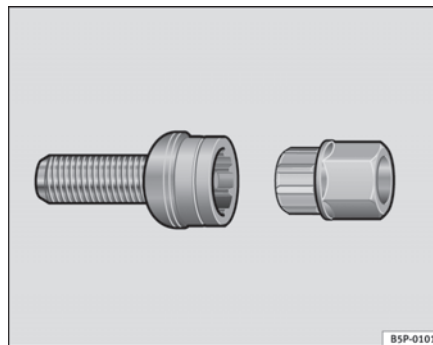

Abb. 182 Diebstahlhem-
- Setzen Sie den Adapter bis zum Anschlag in der diebstahlhemmenden Radschraube ein ⇒ Seite 253, Abb. 182.